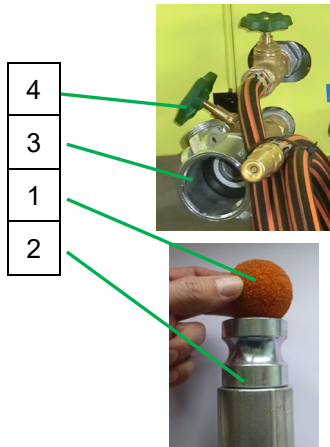

Abb. 70: Mörtelschlauch reinigen
3. Feinputzdüse (5) vom Spritzgerät entfernen.
4. Ringschraube (6) lösen und Luftdüsenrohr (7) aus Spritzkopf ziehen.
5. Wasserentnahmeventil Pos. 4 Abb. 70 öffnen, bis die Schwammkugel am Feinputzgerät austritt. Diesen Vorgang so oft wiederholen, bis der Schlauch gereinigt ist.
8. Luftdüsenrohr (7) mit Stichling freistoßen.